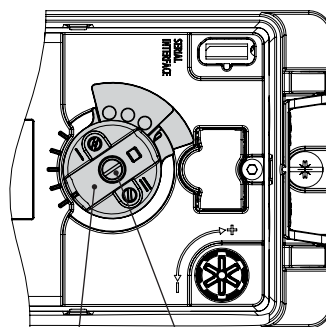
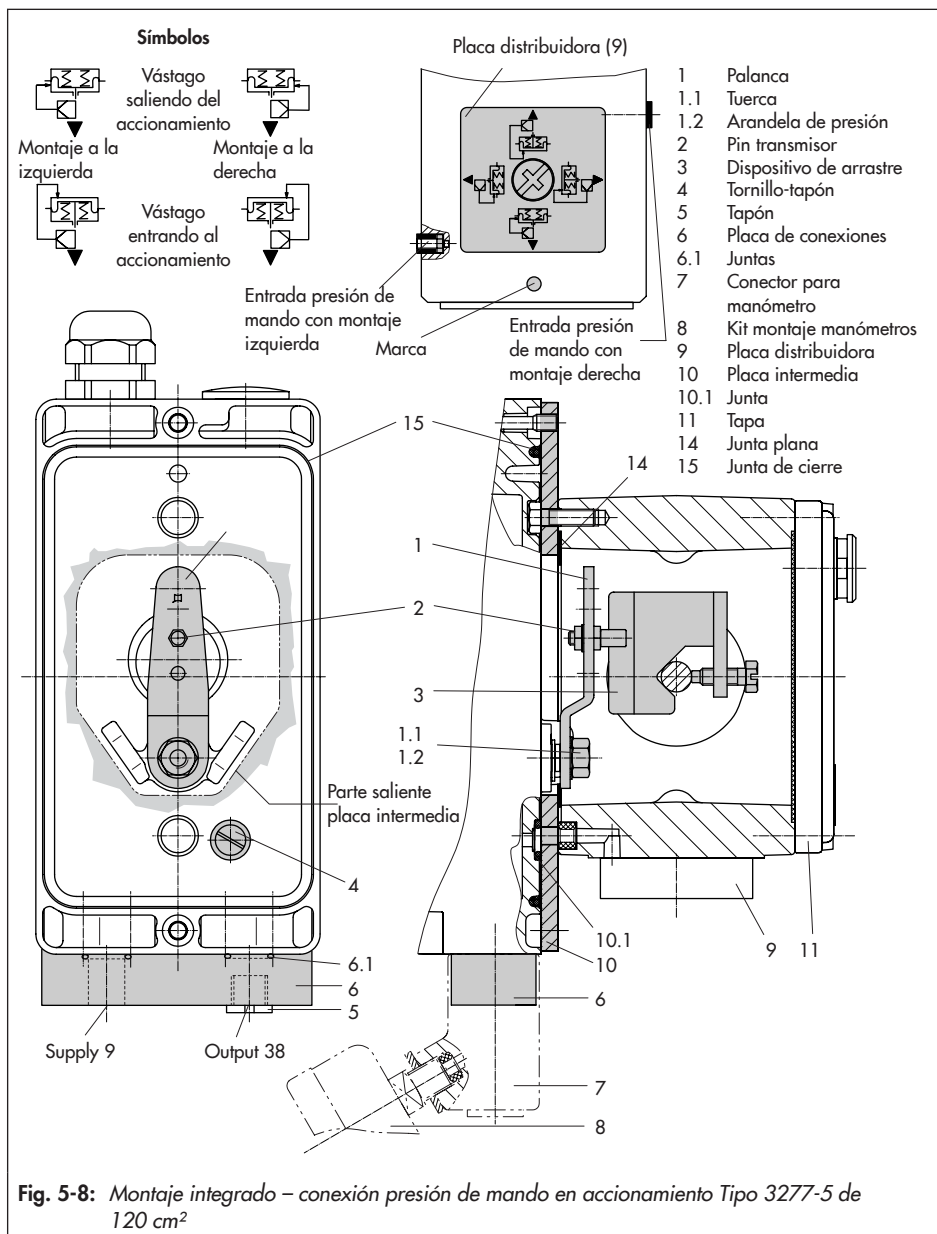

Fig. 5-5: Bloqueo del eje
Fig. 5-8: Montaje integrado – conexión presión de mando en accionamiento Tipo 3277-5 de 120 cm2
- No utilizar el tornillo de bloqueo para girar el selector. Girar el selector solo con la mano (ver Fig. 5-5).
- Accionamiento de 120 cm2 (ver Fig. 5-8)
→ Montar la placa distribuidora (9) en el puente del accionamiento según la posición de seguridad del accionamiento "vástago saliendo del accionamiento" o "vástago entrando al accionamiento". Hacer corresponder el símbolo con la marca según sea el montaje a la izquierda o a la derecha del puente (ver Fig. 5-8 arriba).
1. Montar la placa de conexiones (6) o el conector para manómetro (7) con el manómetro al posicionador, cuidando que las juntas (6.1) queden en su lugar.
2. Desatornillar el tornillo-tapón (4) de la cara posterior del posicionador y cerrar con el tapón (5) de los accesorios la salida "Output 38" de la placa de conexiones (6) o del conector para manómetro (7).
3. Colocar el dispositivo de arrastre (3) en el vástago del accionamiento, alinearlos y fijarlo de forma que el tornillo de fijación esté bien alojado en el encaje del vástago del accionamiento.
4. Fijar la placa intermedia (10) con la parte saliente más estrecha (Fig. 5-8 izq.) hacia la conexión de la presión de mando, la junta plana (14) tiene que quedar del lado del puente del accionamiento.
5. Controlar la posición del pin transmisor (2) en la palanca M (1). Tener en cuenta la posición del pin indicada en las tablas de carreras y si es necesario cambiar el pin de posición (ver cap. 5.4).
6. Colocar la junta de cierre (15) en la ranura de la carcasa del posicionador y la junta (10.1) en la parte posterior de la carcasa.
7. Colocar el posicionador en la placa intermedia (10) de forma que el pin transmisor (2) se apoye encima del dispositivo de arrastre (3). Para ello ajustar la palanca (1) y con la tapa del posicionador abierta, mantenerlo fijo por el bloqueo del eje (ver Fig. 5-5). La palanca (1) tiene que apoyar en el dispositivo de arrastre por acción del resorte. Atornillar el posicionador mediante los tornillos a la placa intermedia (10).
8. Montar la tapa (11) en el otro lado. Al hacerlo prestar atención para que una vez instalada la válvula, el tapón de desaireación apunte hacia abajo, para asegurar la evacuación de posibles condensados.
ta, mantenerlo fijo por el bloqueo del eje (ver Fig. 5-5). La palanca (1) tiene que apoyar en el dispositivo de arrastre por acción del resorte.